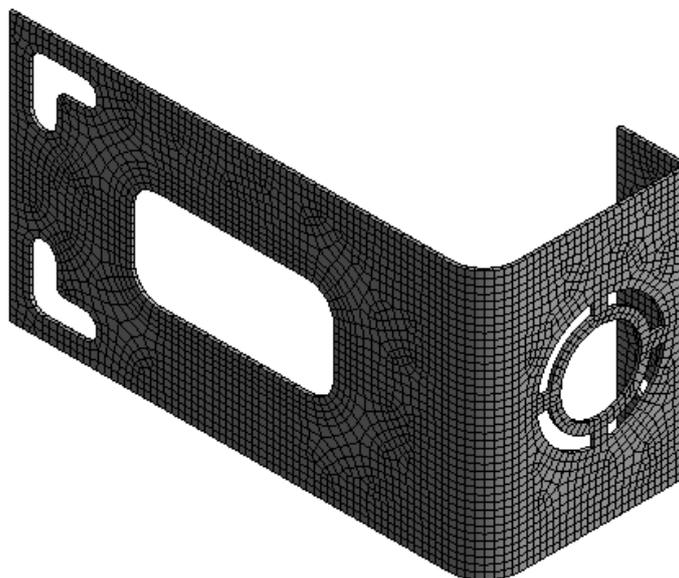

Рис. 18. Генерация сеточной модели
12.4. Нажимаем ПКМ на *Mesh* и выбираем *Generate mesh*. Готовая сеточная модель представлена на рис. 18. Закрываем окно блока *Model*.